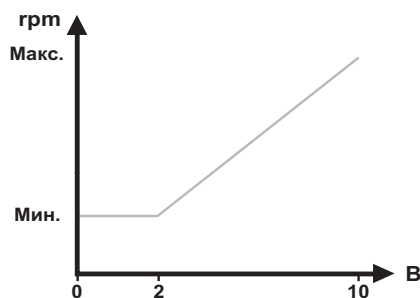

Рис. 75 Зависимость скорости насоса от установленного значения сигнала 0–10 В
1) Когда насос находится под управлением внешнего сигнала 0–10 В, его рабочее состояние изменяется на основе диапазона уровней входного сигнала. График зависимости скорости насоса от установленного значения сигнала 0–10 В приведен на рис. 75